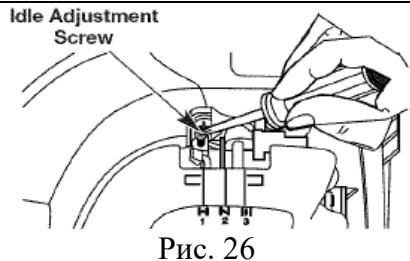

Рис. 26
При необходимости обороты двигателя на холостом ходу может быть отрегулированы с помощью винта, расположенного между крышкой воздушного фильтра и корпусом стартера двигателя (Рис.26).
2. Отпустите рычаг регулятора газа, двигатель должен работать на холостом ходу. В том случае, если двигатель глохнет, вставьте маленький отвертку Phillips между крышкой воздушного фильтра и корпусом двигателя (Рис. 26). Поворачивайте винт холостого хода по часовой стрелке на 1/8 оборота каждый раз /при необходимости/, пока двигатель не будет стablyно работать на холостых оборотах.